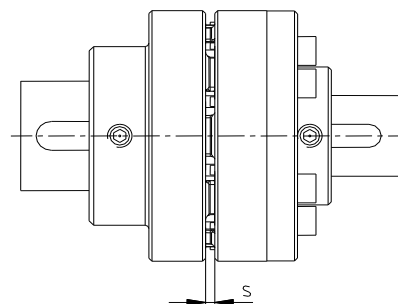

Bild 26: Kupplungseinbau
- Verschieben Sie die Aggregate in axiale Richtung, bis das s-Maß erreicht ist (siehe Bild 26).
- Wenn die Aggregate bereits fest montiert sind, ist durch axiales Verschieben der Naben auf den Wellen das s-Maß einzustellen (siehe Bild 26).